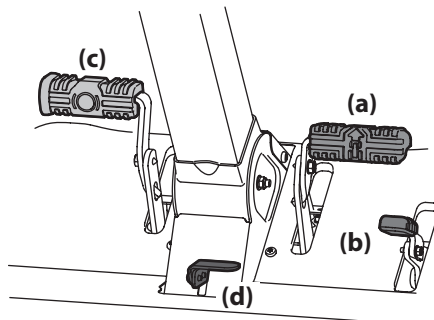

Figura 3-3
- Para conducir hacia ADELANTE, presione lentamente el pedal de marcha adelante (a) hasta alcanzar la velocidad deseada. Consulte Figura 3-3.
- Para conducir marcha atrás, verifique que el área de atrás esté despejada. Luego, presione lentamente hacia adelante el pedal de marcha atrás con la parte anterior de la planta del pie (NO con el talón) hasta alcanzar la velocidad deseada. Consulte Figura 3-3.